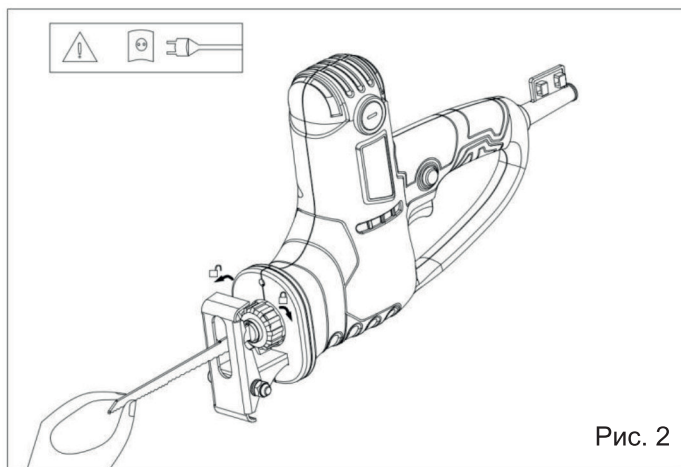

Рис. 2
2. Для демонтажа полотна отведите губку механизма в положение «Открыто», извлеките полотно (Рис. 2).